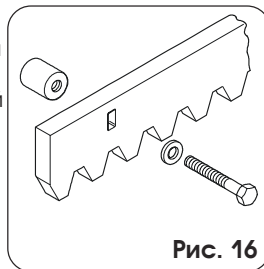

Рис. 16
4.4.2. ПРИВИНЧИВАЕМАЯ СТАЛЬНАЯ РЕЙКА (рис. 16)